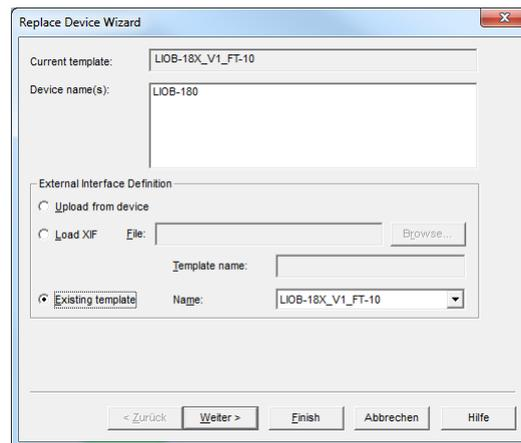

Abbildung 100: LonMaker Austauschassistent
2. Klicken Sie **Commissioning** → **Replace....** Jetzt wird der LonMaker Replace Device Wizard (Assistent zum Ersetzen von Geräten) geöffnet, siehe Abbildung 100.